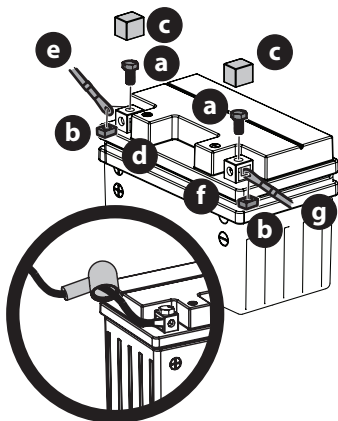

Figure 21
1. Retirez les boulons hexagonaux (a) et les écrous carrés (b) situés à l'extrémité du faisceau de fils électrique ou dans le sac avec ce manuel. Gardez la quincaillerie pour utilisation ultérieure (Figure 21).
2. Enlevez le couvercle en plastique (c), si équipé, de la borne positive (d) de la batterie et attachez le câble rouge (e) à la borne positive (b) de la batterie avec le boulon (a) et l'écrou carré (b) retirés à l'étape 1. Utiliser un tournevis Philips (Figure 21).
3. Placez la gaine en caoutchouc rouge au-dessus de la borne positive de la batterie pour aider à la protéger contre la corrosion. (Figure 21).
4. Enlevez le couvercle en plastique (c), si équipé, de la borne négative de la batterie (f) et attachez le câble noir (g) à la borne négative de la batterie (f) avec le boulon (a) et l'écrou carré (b) (Figure 21).